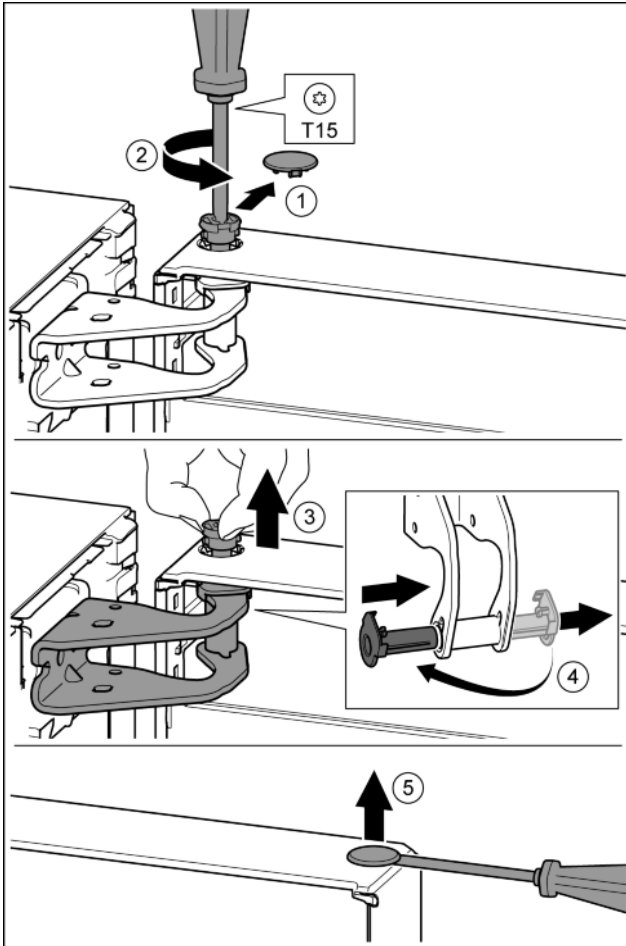

Fig. 11
- ▶ Sicherungsabdeckung vorsichtig abziehen. Fig. 11 (1)
- ▶ Bolzen mit Schraubendreher T15 ein Stück herausdrehen. Fig. 11 (2)
- ▶ Tür festhalten und Bolzen mit den Fingern herausziehen. Fig. 11 (3)
- ▶ Lagerbuchse aus Führung ziehen. Von der anderen Seite einsetzen und einrasten. Fig. 11 (4)
- ▶ Stopfen aus der Türlagerbuchse vorsichtig mit einem Schlitzschraubendreher anheben und herausziehen. Fig. 11 (5)